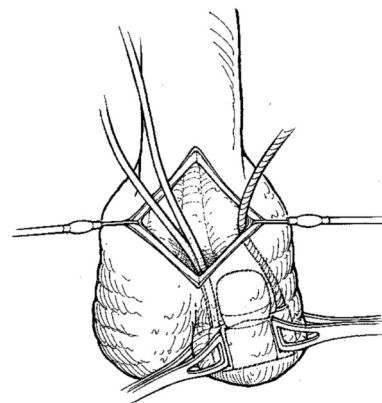

Figura 4-15. Inserimento della pompa (mostrato qui in penoscrotale)
3. Applicare pinze Allis o Babcock ai tubi della pompa attraverso la cute scrotale per mantenere la pompa in posizione (**Figura 4-15**).